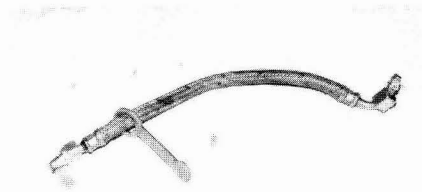

Bild 16 Zuführungsschlauchleitung zum Brennertopf
- Zuführungsschlauchleitung zum Brennertopf (Bild 16)
Die Zuführungsschlauchleitung zum Brennertopf (Bild 16) ist mit einem Metallgeflecht ummantelt und ist zwischen Regler und Sicherheitsventil eingebaut bzw. zwischen Regler und Brennertopf (Feldheizgerät 2, neue Bauart). Das gekröpfte Ende wird unterhalb des Reglers angeschlossen.